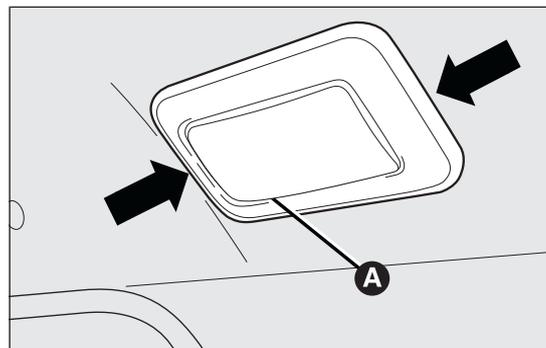

fig. 152
- enlever le plafonnier A fig. 152 en agissant sur les points indiqués par les flèches ;